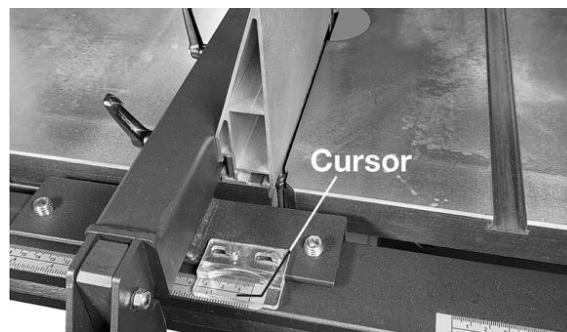

Рис. 31
1. Приложив упор к лезвию, убедитесь, что курсор (см. рис.31) выровнен по нулевой шкале.